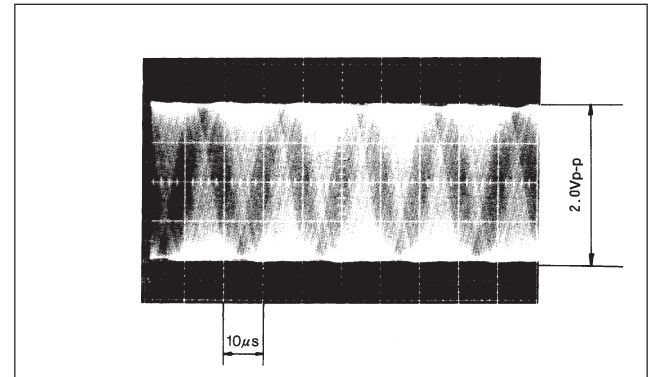

Abb. 9
- ⑥ Stellen Sie den Regler RV2 erneut ein, so daß die Sinuswellenamplitude zwischen 1,9 Vp-p und 2,1 Vp-p liegt, wie in Abb. 9 gezeigt. Abb.9 zeigt den idealen Einstellungszustand.